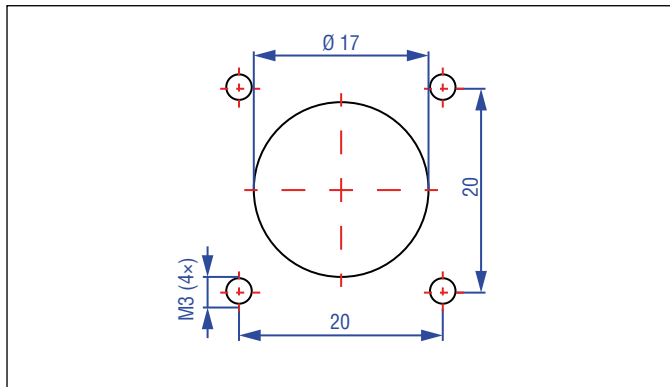

Abb. 55: Montageausschnitt für den M12-Vierkant-Flanschstecker »W«
- Setzen Sie den Kontaktträger in der gewünschten Einbaulage in die Flanschplatte ein, bis er einrastet. Beachten Sie dabei die Nase am Kontaktträger und die beiden Öffnungen am Flanschstecker. Die Abmessungen zur Befestigung des Flanschsteckers am Zylinder sind in Abb. 55 dargestellt.